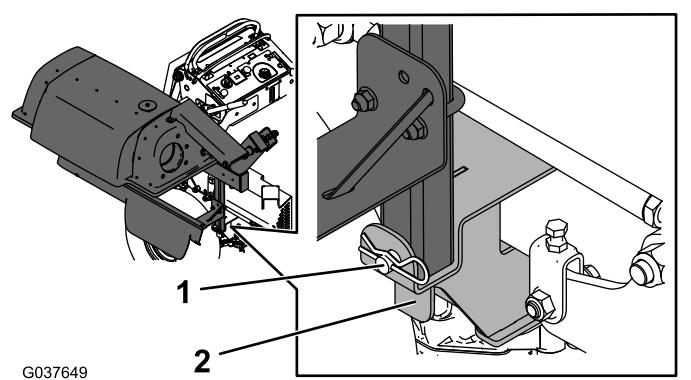

Figure 15
3. Fixez le côté inférieur avant du cadre du système de ramassage au support de la transmission à l'aide d'un axe de chape et d'une goupille fendue (Figure 15).